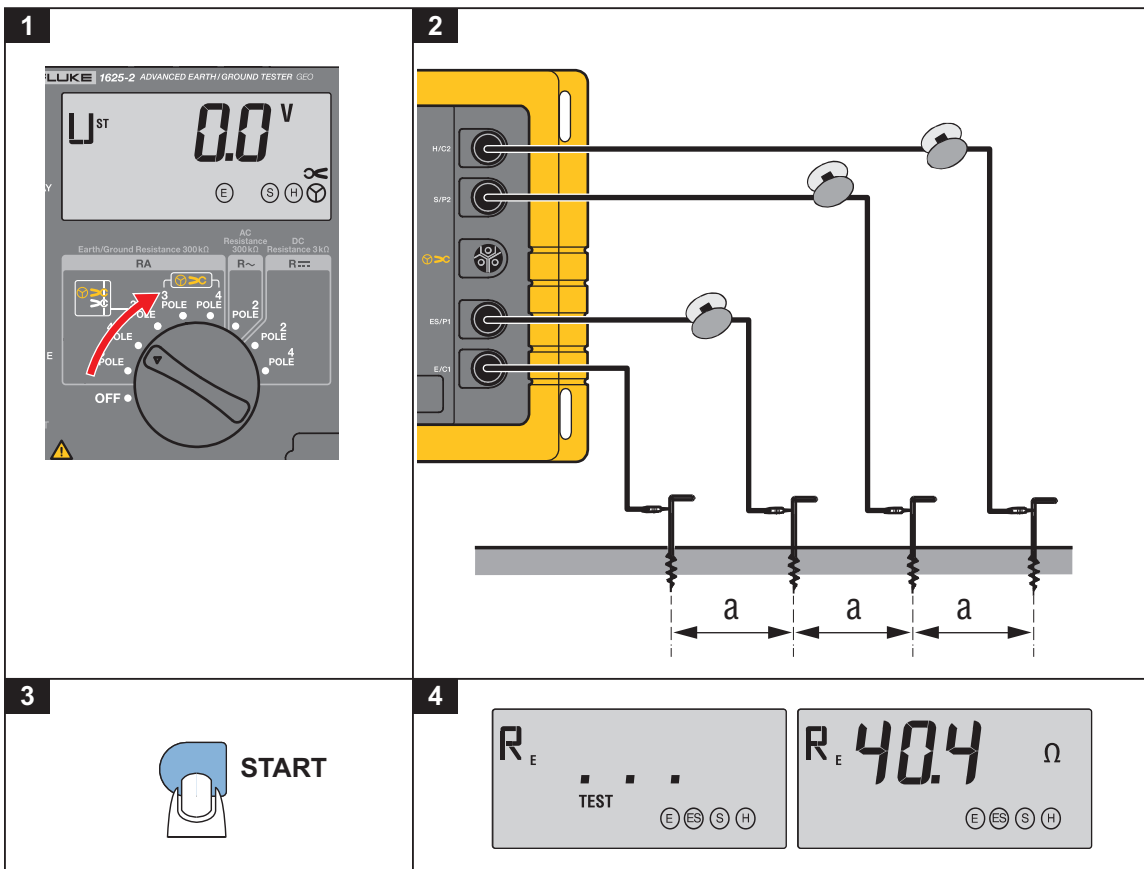

图 11. 土壤电阻率测量
土壤电阻率是计算和设计接地系统的地质和物理量。图 11 所示的测量步骤使用 Wenner 开发的方法 (F. Wenner, 《A method of measuring earth resistivity》; Bull. 美国国家标准局, 公报 12 (4), 文件 258, S 478-496; 1915/16)。